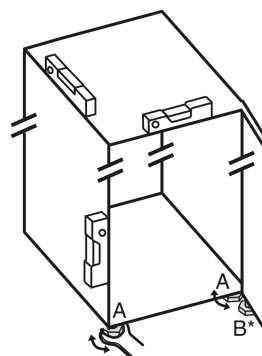

Fig. 24
- ▶ Nastavljive noge Fig. 24 (A) odvijajte s priloženim ključem z odprtim koncem in vodilom, dokler naprava ni trdno poravnana in vodoravna.
- Nastavljivo nogo *Fig. 24 (B)* na ležajnem podstavku spodaj odvijajte s priloženim ključem z odprtim koncem, dokler ne stoji trdno na tleh.
- Nastavljive noge *Fig. 24 (B)* obrnite za 90°.